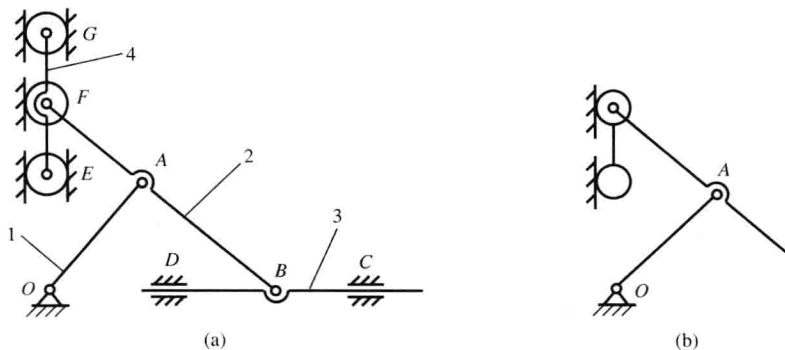

图 1-4 高副引入的虚约束
(2) 两构件组成一处以上公法线平行且共线的高副或两处以上公法线平行的高副。例如:在图 1-4(a)中,在 G 点滚子和机架两处接触,公法线平行共线,有一个虚约束, E 点也是如此,在 E, F, G 三处都有局部自由度,应视为构件 4 的一部分,构件 2 和构件 4 的转动副保留,
三个高副可去除一个,而构件4运动轨迹不变,可视为图1-4(b)的等效机构。
在图 1-4 中, 构件 2 有三个转动副, 外接 4, 1, 3 三个构件, 构件 3 可去除, 不影响构件 2, 4 的运动轨迹, 同理, 如果去除构件 4 而保留构件 3, 则构件 2, 3 的运动轨迹也不受影响。